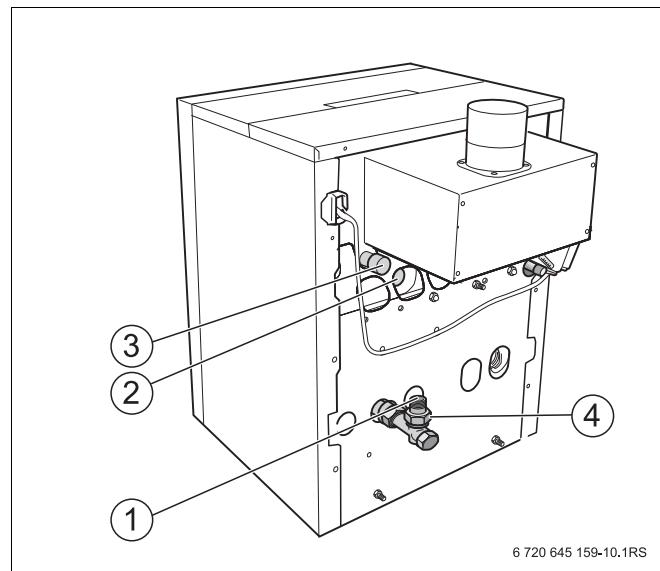

Рис. 10 Подключения Logano G124 WS
- Обратную линию системы отопления всегда подключать к переходнику с G 1¼ на R 1 (Рис. 10, **поз. 4**).
- Подключить подающую линию системы отопления к патрубку на отопительном котле VK (Рис. 10, **поз. 3**).
- Подключить подающую линию бака-водонагревателя к VS (Рис. 10, **поз. 2**).